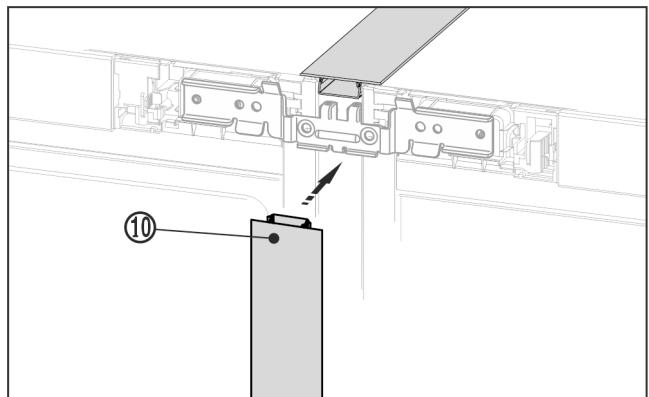

Fig. 23 *
- Nyomja az első oldalon a hosszú fedőlécet Fig. 23 (10) a függőleges nyílásba. Ügyeljen arra, hogy a lécz az összekötő lemezen álljon.*